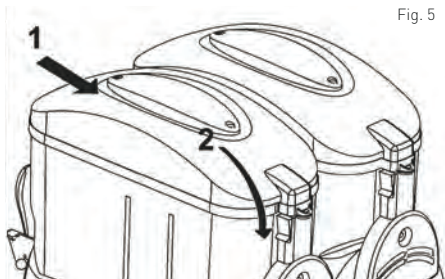

Fig. 5
- Sluit het deksel (1) op de kom (2) nadat u het voedsel ingrediënt in de kom (2) heeft gegoten/bijgevuld. Zie Fig. 5.